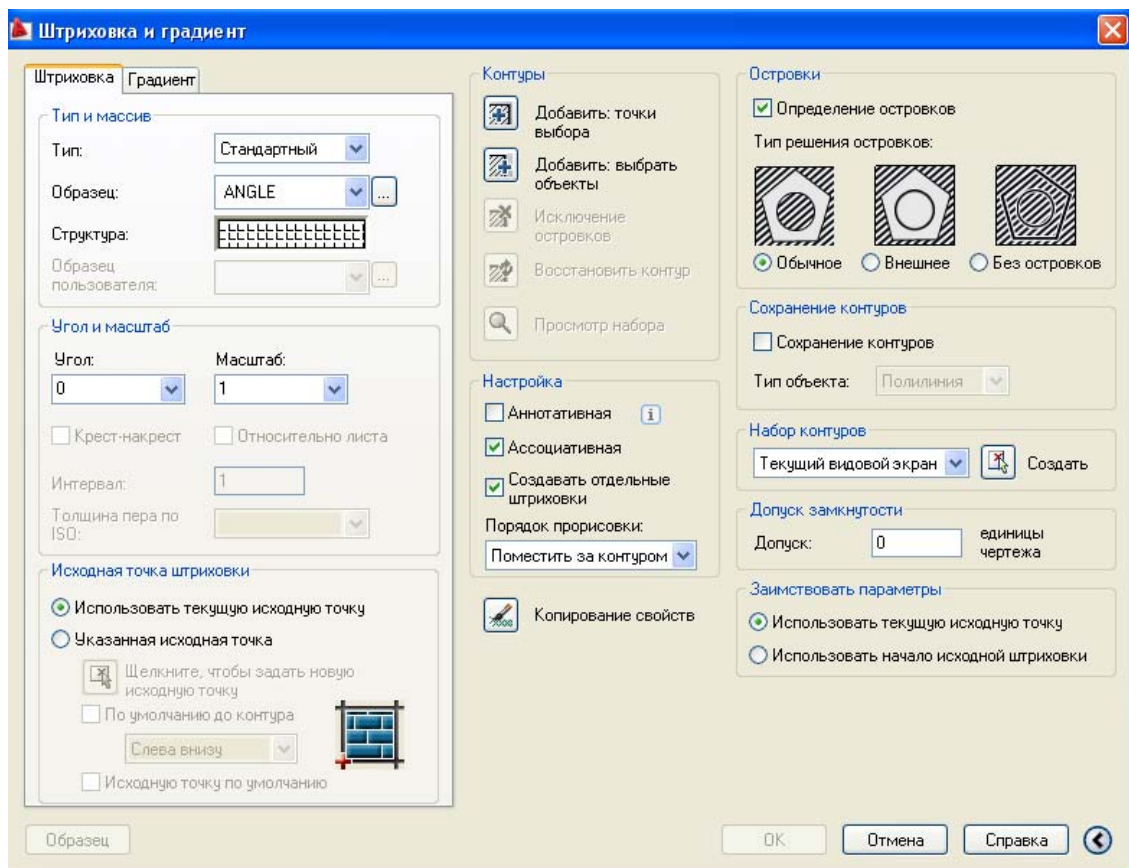

Рис. 13. Диалоговое окно штриховки и градиента
- на панели **Рисование** выбрать **Штриховка** (рис. 13);
4. Вычертите несколько пересекающихся многоугольников, других геометрических фигур. Выберите области для штриховки, используйте различные виды штриховки. Выполните цветную заливку отдельной области. Потренируйтесь в штриховке островков, пример приведен в диалоговом окне на рис. 13. Сохраните чертежи в персональной рабочей папке.